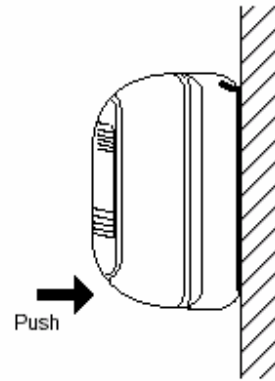

Fig. 24a
- (1) Pour installer l'unité intérieure, accrochez l'unité sur les 2 ergots se trouvant sur la partie haute de la plaque arrière.
- (2) Poussez l'ensemble de la partie basse de l'unité jusqu'à entendre le clic des ergots indiquant que l'unité intérieure, est correctement fixée. (Figure 24a)